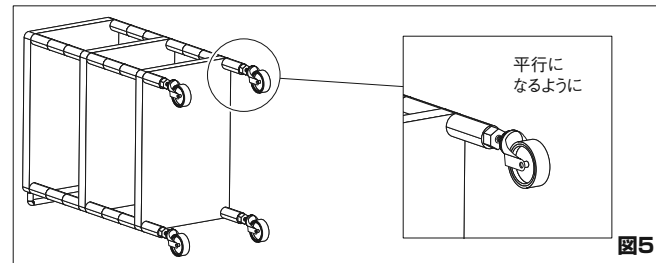
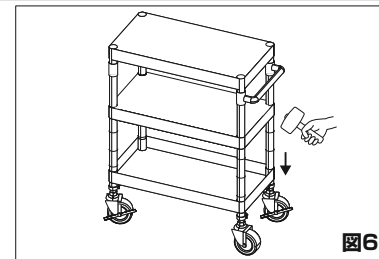

図5
図6
- ①ワゴンを取手を下にして寝かせます。取手と反対側にある支柱に付いている樹脂ナットを、図5のようにして取り外します。
- ②次に樹脂ナットとキャスターを板スパナで外します。(スプリングワッシャ、キャスターは再度使用しますので捨てないで下さい。)
- ③図6の①～④の順に直進安定金具、樹脂ナット、スプリングワッシャ、キャスターを組付けます。